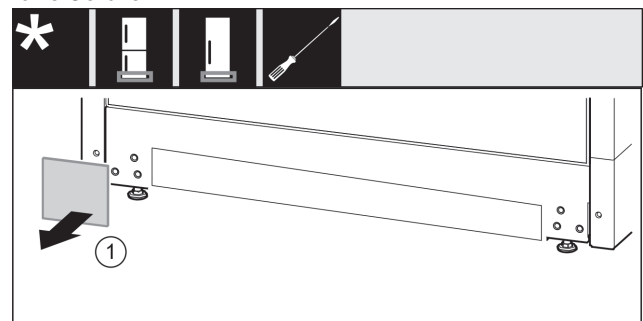

Fig. 16
- Abdeckung abnehmen. Fig. 16 (1)